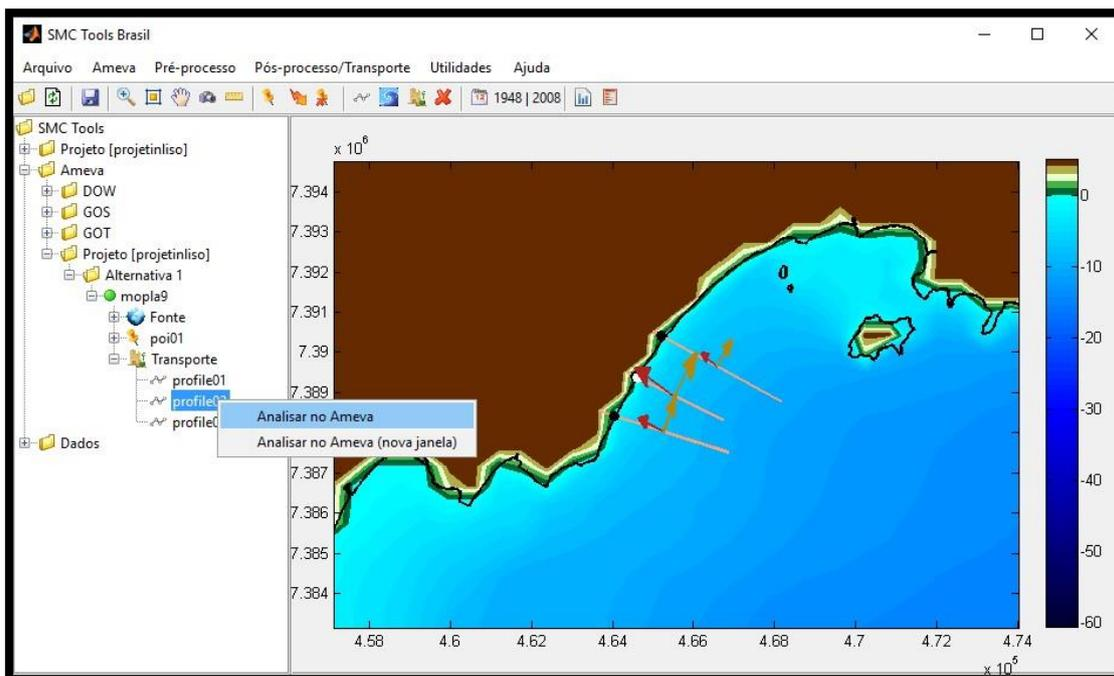

Figura 15 – Caminho para calcular Cota de Inundação (CI) do perfil desejado.
18) Para isso ir na subpasta Transporte, clicar com o botão direito no perfil desejado e “Analisar no Ameva” (Figura 15).